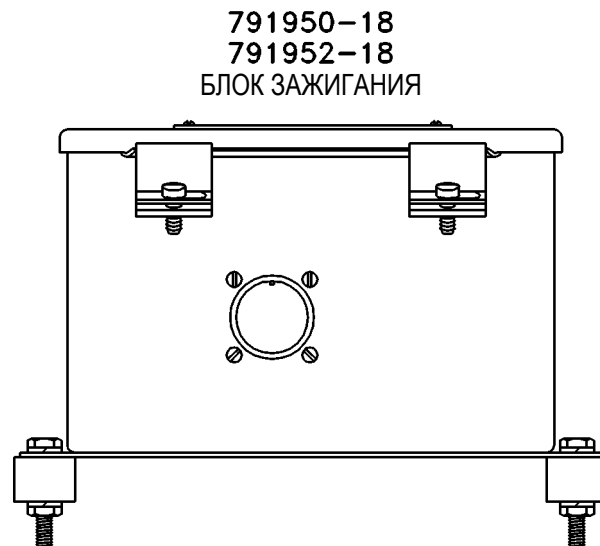

**РИС. 8 СХЕМА ПОДКЛЮЧЕНИЯ,
БЛОК ЗАЖИГАНИЯ 791950-8 (8 ВЫВОДОВ), СМ. РИС. 8
БЛОК ЗАЖИГАНИЯ 791950-16 И 791958-16 (16 ВЫВОДОВ), СМ. РИС. 8
- РИС. 8 СХЕМА ПОДКЛЮЧЕНИЯ, БЛОК ЗАЖИГАНИЯ 791950-8 / 791950-16**